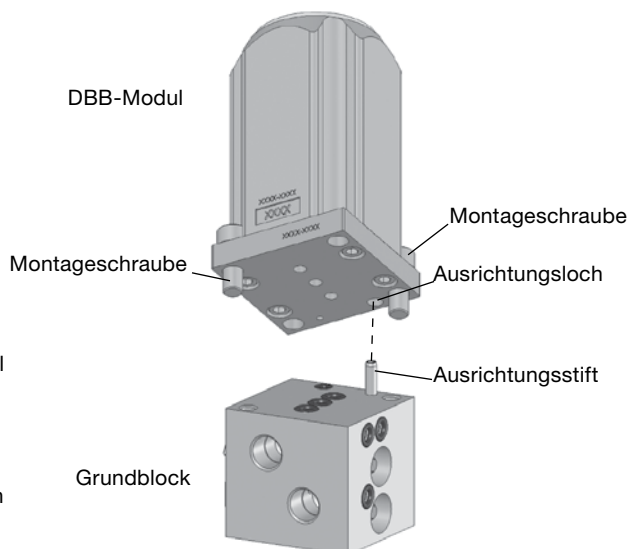

Abb. 4
Die Swagelok Prüflehre in den Spalt zwischen Mutter und Körper ansetzen. *Abb. 4*
6. Auf jedem **Grundblock** ein **DBB-Modul** montieren, wobei der **Ausrichtungsstift** in das Ausrichtungsstiftloch auf dem DBB-Modul passen sollte. Das DBB-Modul mit zwei **Montageschrauben** (#10-32 x 1/2 Zoll mit standardmäßigem 5/32 Zoll Sechskant) mit einem Drehmoment von 2,8 bis 4,0 N·m (25 bis 35 in·lb) befestigen. Siehe Abb. 4.